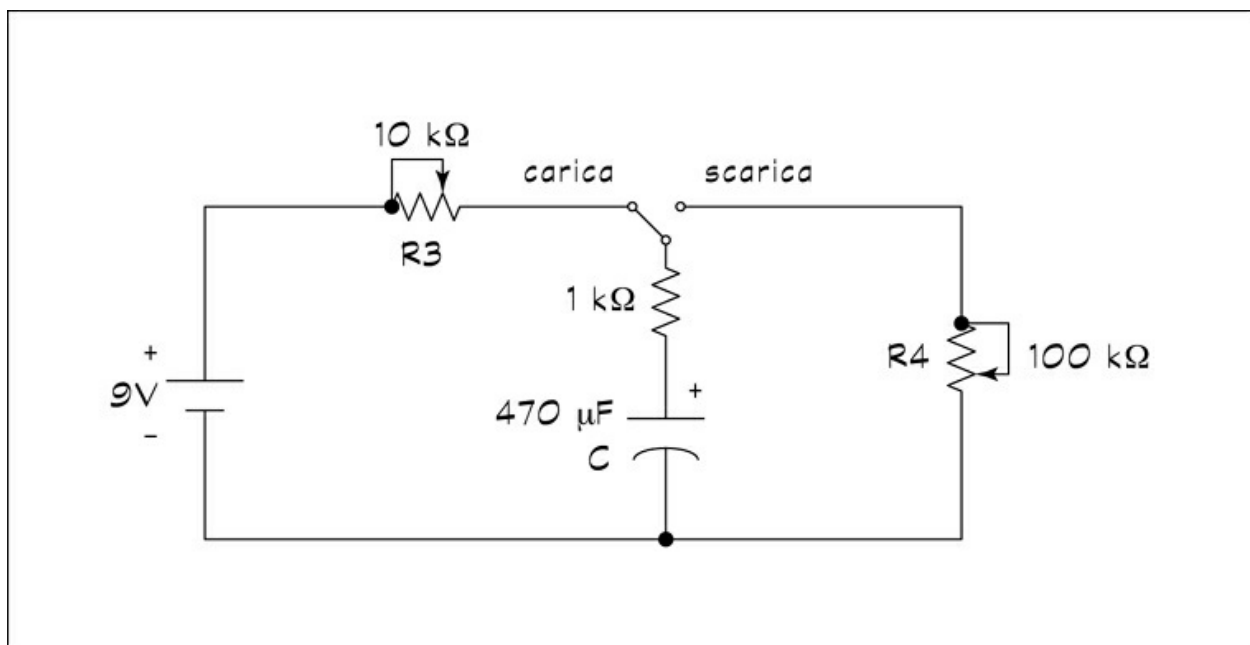

Figura 14.5 Regolate i potenziometri di questo circuito per variare i tempi di carica e scarica del condensatore.
1. **Configurate il circuito rappresentato nella Figura 14.5, lasciando l'interruttore aperto (un'estremità del ponticello disconnessa dalla scheda).**